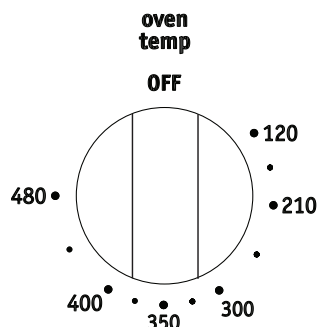

Figure 14: Sélecteur oven temp (température du four)
4. Réglez le sélecteur **oven temp** (température du four) sur la température souhaitée (Figure 14).
2. Réglez le sélecteur **oven temp** (température du four) sur la température souhaitée (Figure 14). Pour des résultats optimaux, préchauffez le gril pendant 2 à 5 minutes avant d'y mettre la nourriture.